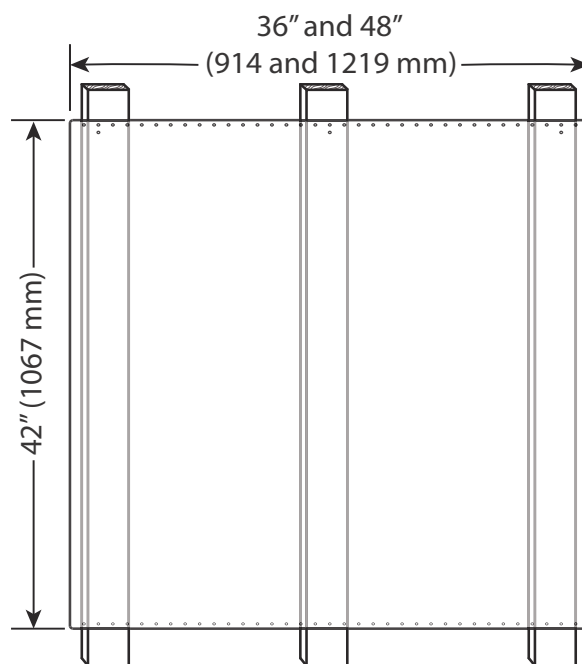

Figure 20 : Installation du dossieret de protection
- Utilisez deux vis fournies pour fixer le haut et le bas du dossieret de protection dans chaque montant de cloison (voir *Figure 20*).